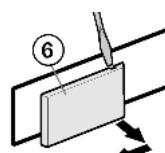

Fig. 6
- ▶ С помощью отвертки отсоедините и снимите крышку со стороны ручки Fig. 6 (6)наружу.